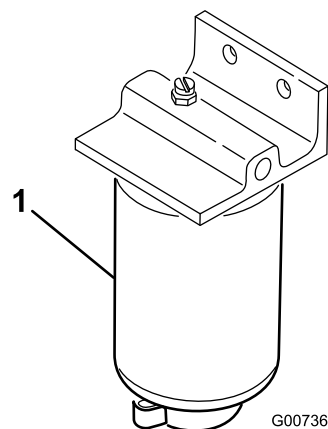

Figura 35
1. Coloque um recipiente limpo debaixo do filtro de combustível(Figura 35).